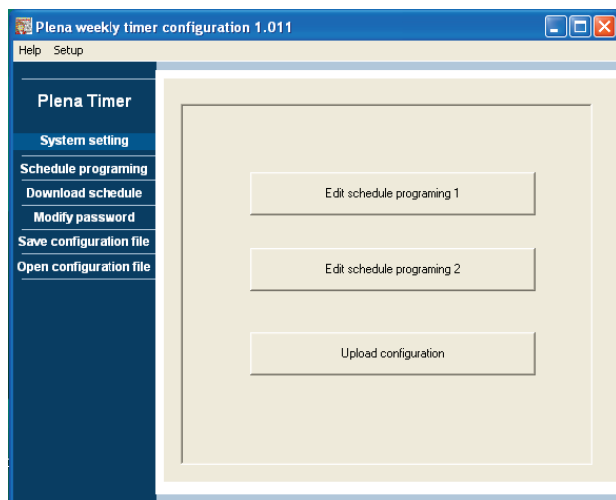

рисунок 8.15: Кнопки программирования и загрузки
- 1 Из главного меню щелкните по кнопке Schedule programming. Появится следующее окно (см. рисунок 8.15).